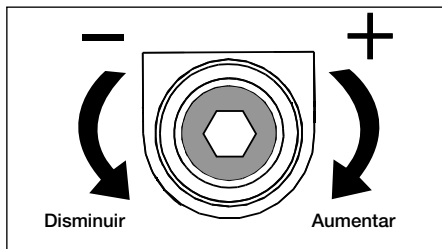

Figura 14, Tornillo de ajuste de la válvula de alivio
4. Utilizando una llave Allen 7/32", afloje el tornillo de ajuste de la válvula de alivio unas 2 vueltas. Véase Figura 14.